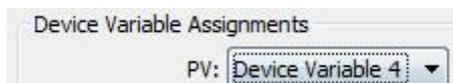

Рисунок 5.41 Изменение переменных устройства
2. В диалоговом окне выберите Device Variable 4, как показано на рис. 5.41 :